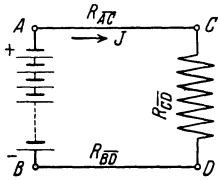

Abb. 8. Schaltung zu Aufgabe 50.
50. An den Klemmen  $A$  und  $B$  (Abb. 8) einer Batterie von mehreren hintereinandergeschalteten Elementen herrscht eine
51. Der Nutzwiderstand  $R_{CD}$  (Abb. 8) besteht aus einer Anzahl von Lampen, durch die 15 [12] A fließen. Die Widerstände der Zuleitungen  $\overline{AC}$  und  $\overline{BD}$  betragen zusammen  $0,2$  [0,3]  $\Omega$ . Welche Spannung herrscht zwischen  $C$  und  $D$ , wenn die Klemmenspannung der Stromquelle 67 [113,6] V beträgt?
52. Fünf Bunsenelemente (Abb. 8) von je 1,8 [1,85] V EMK und  $0,2$  [0,25]  $\Omega$  innerem Widerstande sind hintereinandergeschaltet. Der äußere Stromkreis besteht aus den beiden Zuleitungsdrähten  $\overline{AC}$  und  $\overline{BD}$  von je  $0,08$  [0,05]  $\Omega$  und dem Nutzwiderstande  $\overline{CD}$  (parallelgeschaltete Glühlampen) von  $3$  [4,5]  $\Omega$ .